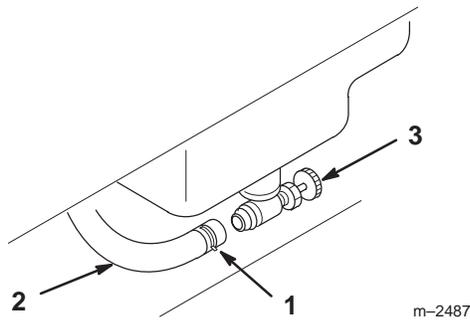

Bild 41
- Lockern Sie die Schlauchklemme und schieben sie an der Kraftstoffleitung weg vom Kraftstoffhahn nach oben (Bild 41).
- Ziehen Sie die Kraftstoffleitung vom Kraftstoffhahn ab (Bild 41).
- Schieben Sie die Schlauchklemme ganz an den Hahn heran, um die Kraftstoffleitung abzusichern (Bild 41).